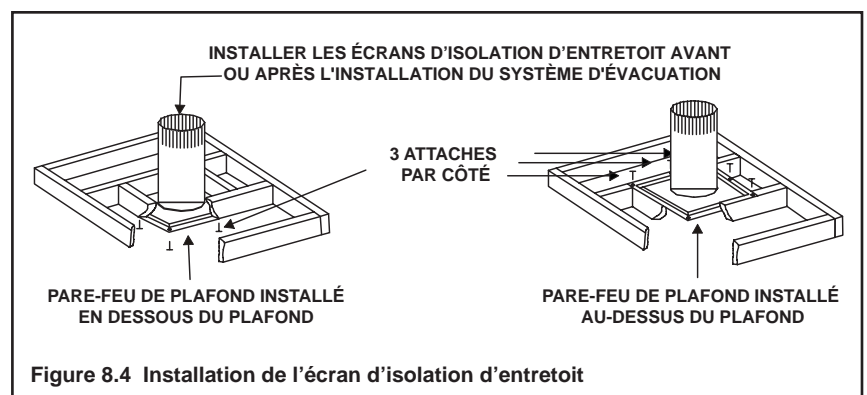

Figure 8.4 Installation de l'écran d'isolation d'entretoit
- Le pare-feu de plafond peut être installé au-dessus ou en dessous des poutrelles du plafond lorsqu'il comprend un écran d'isolation d'entretoit. Il doit être placé en dessous des poutrelles situées entre les planchers qui ne sont pas isolés. Voir la Figure 8.4.